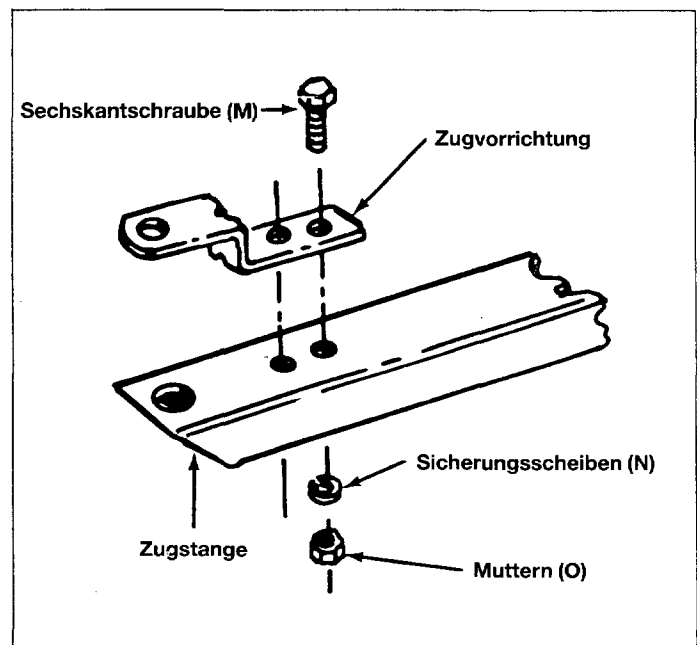

Bild 14
19. Die Zugvorrichtung auf der Zugstange montieren. Sechskantschraube 10×25 mm (M), Sicherungsscheiben (N) und Muttern (O) benutzen. Siehe Bild 14.